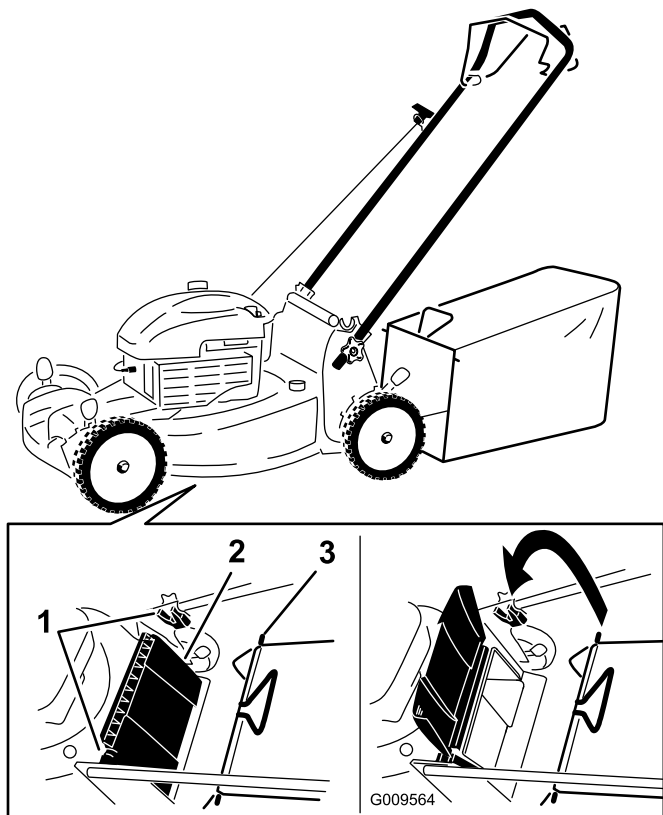

Figure 16
1. Soulevez le déflecteur arrière et maintenez-le dans cette position (Figure 16).
2. Montez le bac à herbe en veillant à placer les ergots dans les crans du guidon (Figure 16).